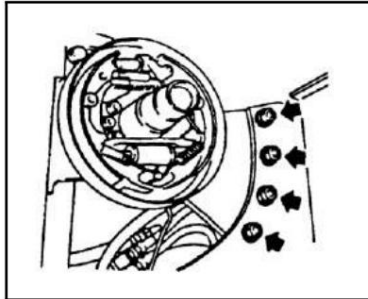

Figura 5-2
- 10) Retire los pernos de fijación entre el manguito de soporte del eje motriz y el bastidor (véase la figura 5-2).